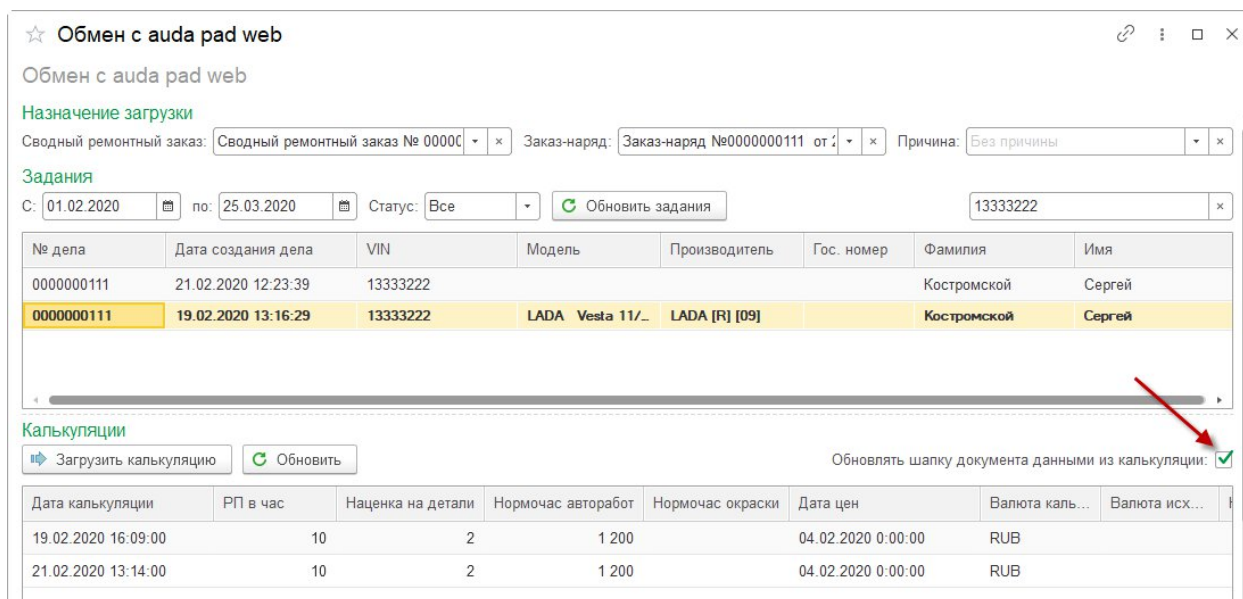

Рис. 8. Обработка "Обмен с auda pad web", флаг "Обновлять шапку документа данными из калькуляции"
4. Флаг "Обновлять шапку документа данными из калькуляции" – данная настройка определяет значение флага "Обновлять шапку документа данными из калькуляции" по умолчанию в обработке "Обмен с auda pad web" (Рис. 8). Если в данной обработке флаг установлен, данные шапки заказ-наряда будут обновлены согласно настройкам по умолчанию (тип цен товаров и работ, вид ремонта, цех и т.п.) и данным в калькуляции.